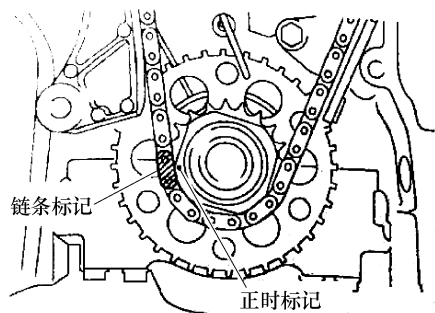

图 1-246 黄色链节正时标记对准
② 将黄色链条标记对准曲轴正时链轮的正时标记，见图 1-246。